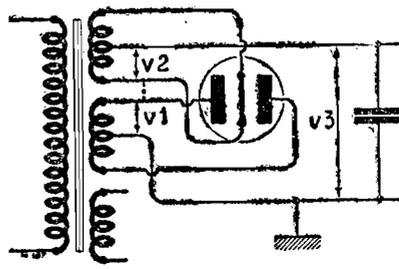

Fig. 2.
Un manque d'isolant entre enroulements secondaires de chauffage de la valve et d'alimentation plaque est généralement la cause d'un échauffement exagéré qui entraîne à la longue la destruction du transformateur. Examinons en effet la figure 2. Nous voyons que dans le cas d'un point commun entre les enroulements précités, le circuit haute tension se ferme sur le condensateur d'entrée par l'intermédiaire de la prise médiane du bobinage, chauffage filament de la valve. Si ce condensateur a une forte capacité, étant donné d'autre part la tension alternative qu'ainsi se trouve appliquée, on
2) Par un court-circuit à l'intérieur de la valve entre plaque et filament, ce qui engendre l'inconvénient que nous avons signalé plus haut et qui est illustré par la figure 2, c'est-à-dire, un courant de charge élevé du condensateur d'entrée, auquel, dans ces conditions, est directement appliquée, la haute tension alternative.